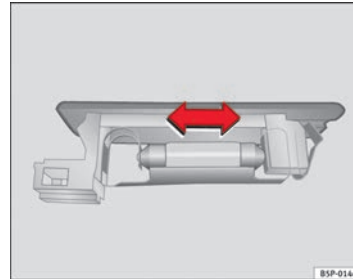

Abb. 167 Gepäckraumbeleuchtung
- Drücken Sie die Lampe zur Seite und nehmen Sie sie aus ihrer Halterung heraus ⇒ Abb. 167.